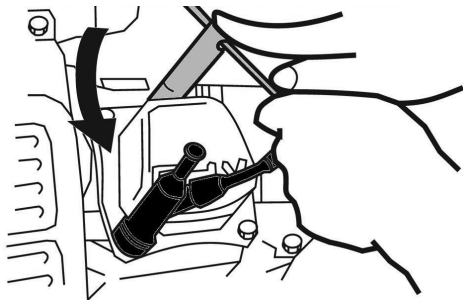

Рис. 19. Обслуживание свечи зажигания
2. Открутите свечу зажигания свечным ключом (Рис. 19).